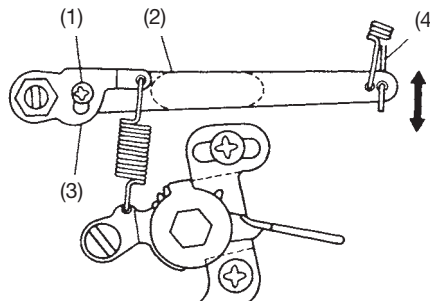

Fig. 12B
- 1) Stanna först motorn och lossa sedan skruven A (1). Drag upp den yttre spaken (2) av regulatorn och tryck sedan ned dess fjäderspak (3). Drag samtidigt åt skruven A. (Fig. 12B)